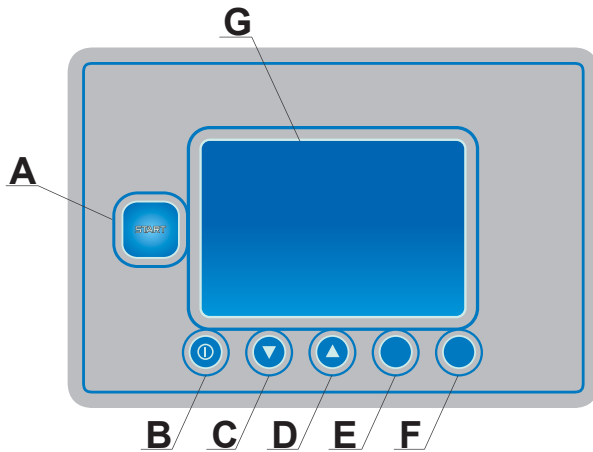

Abb. 7
- Wasserhahn (oder beide Wasserhähne öffnen, wenn die Maschine getrennt an Heiß- und Kaltwasser angeschlossen ist) öffnen, Hauptschalter an der Wand betätigen und die Maschine mit der **ON/OFF**-Taste (siehe Abb. 7) einschalten. Das Display schaltet sich ein und signalisiert so die Verwendung der Software und die **START**-Taste **A** leuchtet weiß. Nach einigen Sekunden werden das Display und die **START**-Taste **A** rot und es wird angezeigt, dass die Füllphase im Gange ist. Bei Maschinen, die mit dem WRAS-zertifizierten Break Tank System ausgerüstet sind, ist die Dauer der Tankfüllung verlängert.
- Mit den Tasten **C/D** (siehe Abb. 7) die Zeit des Waschgangs auswählen. Das Display zeigt den gewählten Gang aus.
- Den Zyklus durch Drücken der Taste **A START** (siehe Abb. 7). Der Start des Gangs wird durch den Farbwechsels der **START**-Taste **A** von blau nach grün angezeigt. Am Ende des Gangs blinkt die **START**-Taste (grün/blau) und auf dem Display erscheint der Schriftzug **Zyklusende**.
HINWEIS: Die Maschine akzeptiert keine Programmänderung, bis die Tür geöffnet oder zweimal die Taste (**A** - vedi Abb. 7) gedrückt wird.